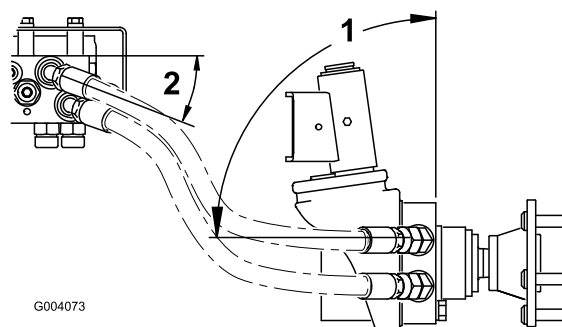

Figura 8
3. Repita o procedimento para o motor da roda direita. Posicione as mangueiras como se mostra na Figura 8 e aperte todos as uniões da mangueira.